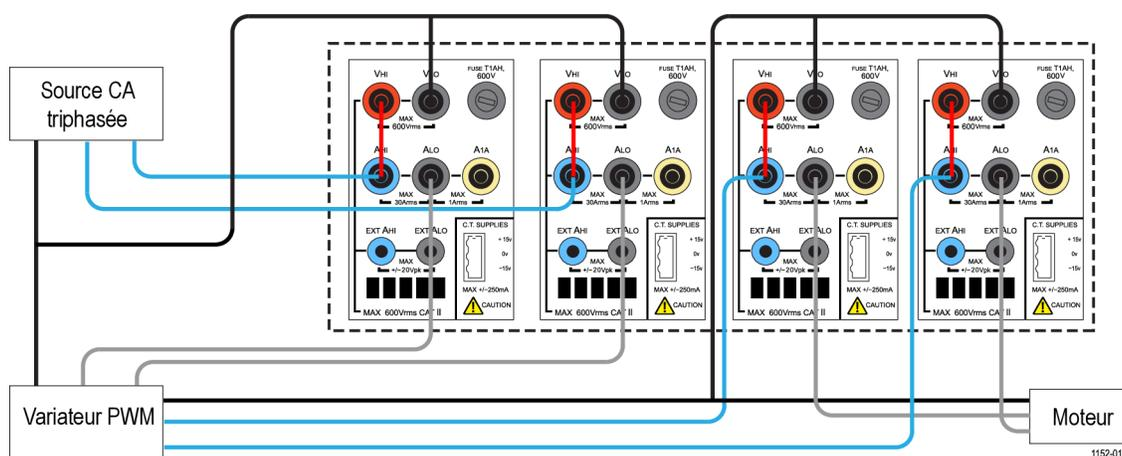

Figure 47 : Rendement d'une commande de moteur PWM (3 phases en entrée et 3 phases en sortie)
1. Connectez l'entrée triphasée du moteur PWM aux deux premières voies de l'analyseur PA3000 (voir le schéma de câblage). (Voir figure 47.)